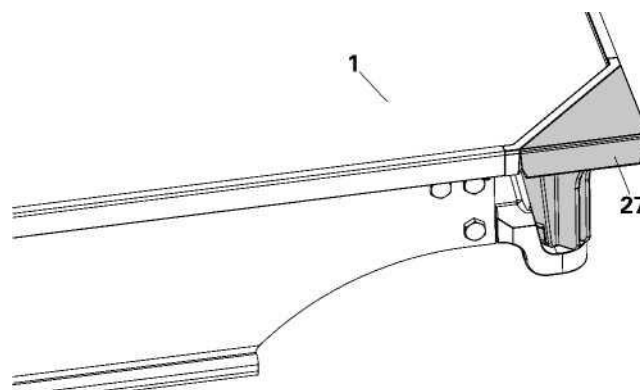

Fig. A2.34
3. O inserto de canto AD (27) agora está na posição travada. (Fig. A2.34)